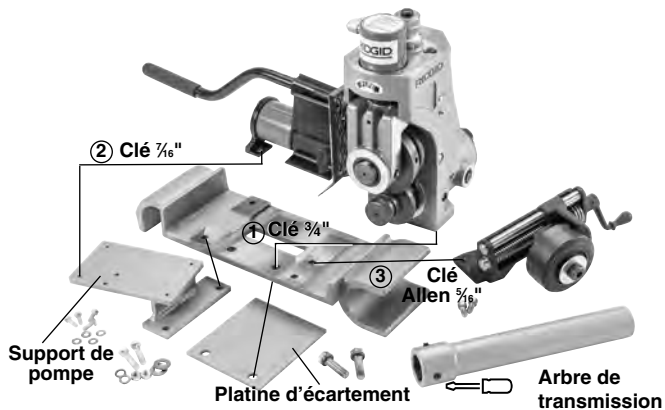

Figure 5 – Montage de la 918 sur embase 1224
5. Reportez-vous à la *Figure 5* pour les détails. Les chiffres encadrés représentent les étapes 1 à 4 du processus ci-devant. Reportez-vous à la rubrique *Assemblage* pour les figures indiquant les montage de la 918 sur les divers systèmes d'entraînement.